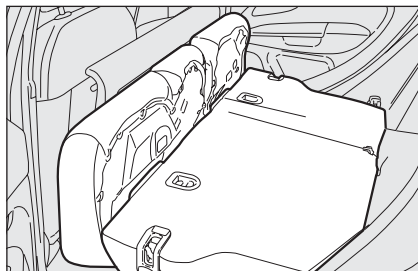

рис. 98
### Полное увеличение объема багажника рис. 98
- ☐ поднимите рукоятки **А** и **В-рис. 98** для отпускания спинок сидений и направления их на шторки.